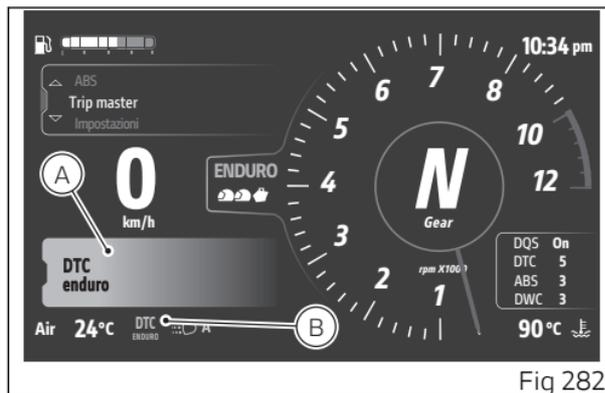
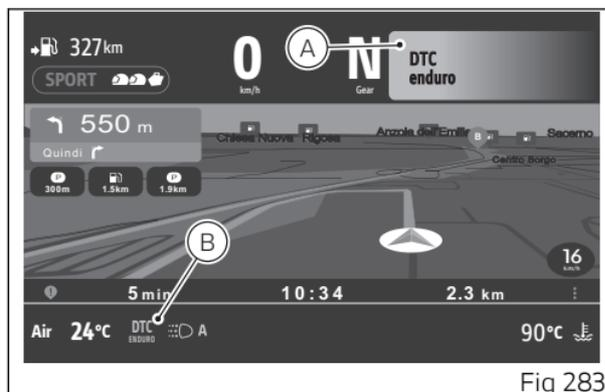

Fig 282
Fig 283
Gli avvisi o gli allarmi attivi vengono visualizzati in 2 modalità: grande (A) e piccola (B). Nelle figure qui riportate sono indicate le rispettive posizioni nella schermata principale (Fig 282) e nella schermata Ducati Connect (Fig 283). Nelle figure seguenti, gli avvisi sono raffigurati a sinistra nella versione grande e a destra nella versione piccola.